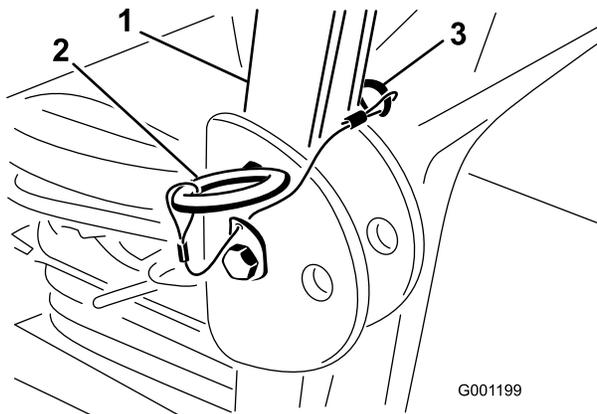

図 30
1. ROPS を下げるには、機体の左右でヘアピンコッターを抜き、ピンを外す(図 30)。
3. ピンとヘアピンコッターで固定する(図 30)。
4. ROPS を立てるには、機体の左右でヘアピンコッターを抜き、ピンを外す(図 30)。
5. ROPS をまっすぐに立ててピンで固定し、ヘアピンコッターでロックする(図 30)。